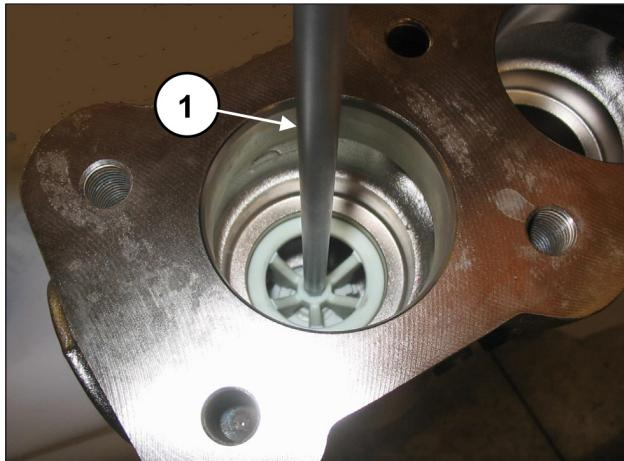

Abb. 111
Ziehen Sie das Distanzstück der Ventilführung mit einem 8-mm-Sechskantschlüssel heraus (Pos. ①, Abb. 111).